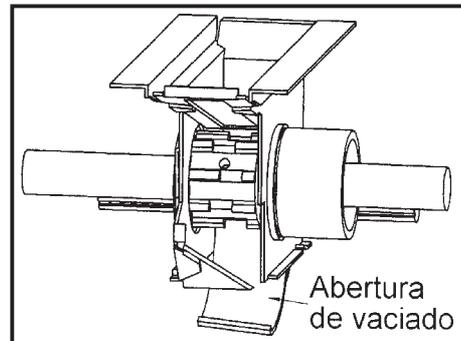

fig. 9
- Vider la semence de la trémie dans l'auget, en ouvrant complètement les trappes (fig. 9).